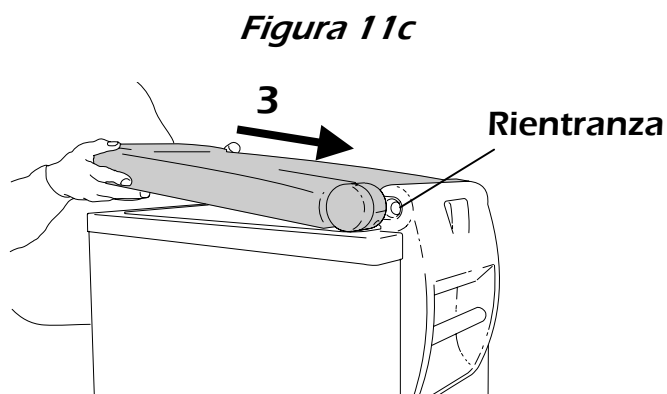

Figura 11c
- Posizionare il coperchio sulla parte superiore del mobile con i perni della cerniera allineati alle rientranze, come mostrato in figura 11c. Inclinare leggermente il coperchio per assicurarsi che il bordo interno del coperchio sia staccato dal frigorifero/congelatore.